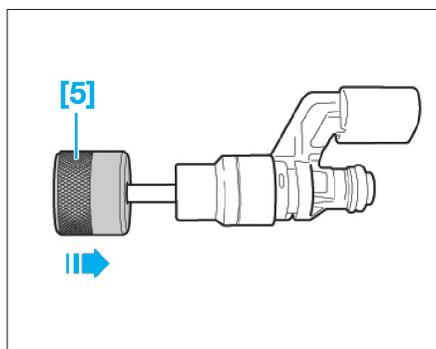

Fig. 47
- [5]. Douille de calibrage (ref. T10133/7) (Fig.47).
- glisser la douille de calibrage [5] jusqu'en butée sur l'injecteur, en la tournant de 180° environ et en appuyant légèrement. Déposer la douille [5] en la tournant dans le sens opposé (Fig.47).